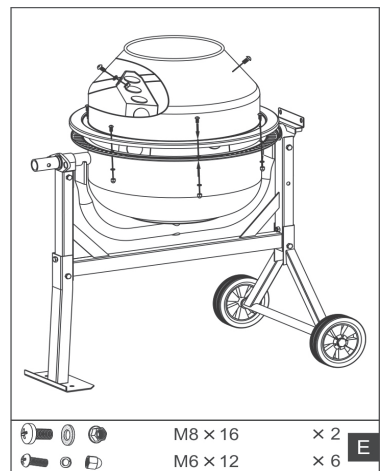

Fig.9
6. Placer la bague d'étanchéité sur la partie inférieure du tambour. Ensuite, placez l'unité tambour supérieure sur l'unité tambour inférieure. Les flèches sur les tambours indiquent le positionnement correct des moitiés et doivent se diriger l'une vers l'autre. Les ouvertures de montage des pales de malaxage à l'intérieur du tambour doivent être verticales. Dans le cas contraire, les pales de mélange ne peuvent pas être montées. Vissez les deux unités ensemble à l'aide de six vis M6 x12, rondelles et écrous. Visser ensuite les nervures de mélange sur la partie supérieure du tambour et utiliser le type M8x16 et une rondelle en cuir chacun. Serrer toutes les vis (E), Fig. 9.